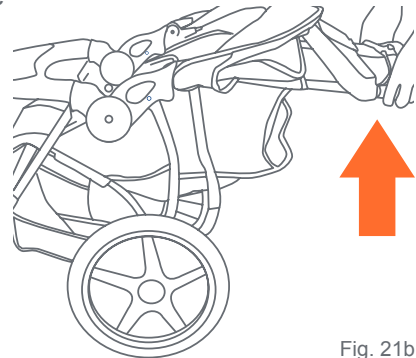

Fig. 21b
• Tirer vers haut sur la poignée de la poussette avec les deux mains jusqu'à ce que le cadre est redressé et verrouillé en position ouvert (Fig. 21b). La Poussette a des verrous à ressort des deux côtés de l'armature. S'assurer que les deux verrous sont entièrement engagés avant de placer votre enfant dans la poussette.